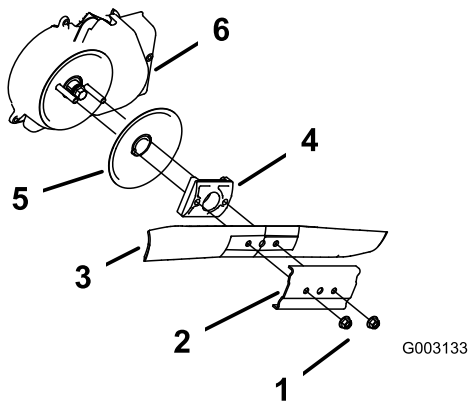

Bild 47
3. Entfernen Sie die beiden Messermuttern und die Verstärkung (Bild 47).
- Nehmen Sie das Messer heraus (Bild 47).
- Bauen Sie das neue Messer ein (Bild 47).